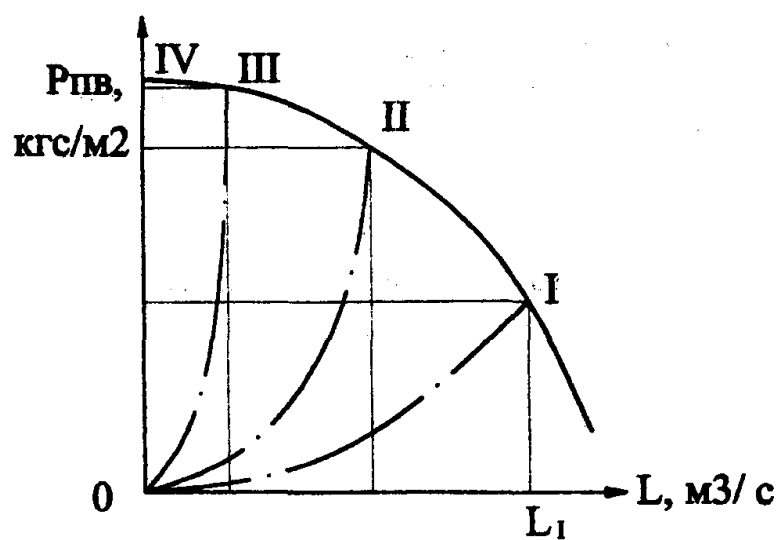

Рис. 5 - Графік характеристики вентилятора
2.4. Побудувати графік характеристики вентилятора P-L (рис. 5).